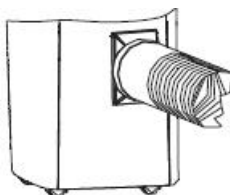

Abb. 10
11. Die Montage des Abluftschlauchs und dessen Zubehörs ist abgeschlossen, wie in der Abb. 10 dargestellt.